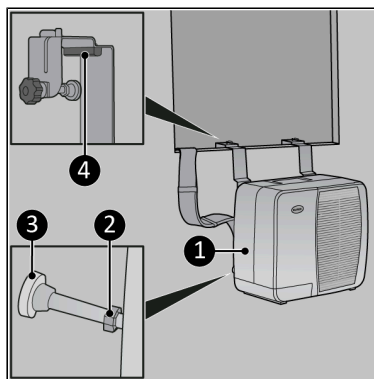

Figura 72.
4. Se necessario, usare il blocco rimovibile (Figura 72, pos. 4) sui muri più sottili o sui telai delle finestre.
5. Assicurarsi che l'unità esterna (Figura 72, pos. 1) sia dritta stringendo il dado (Figura 72, pos. 2) sul bullone di regolazione. Assicurarsi che il paracolpi (Figura 72, pos. 3) sia posizionato verticalmente.